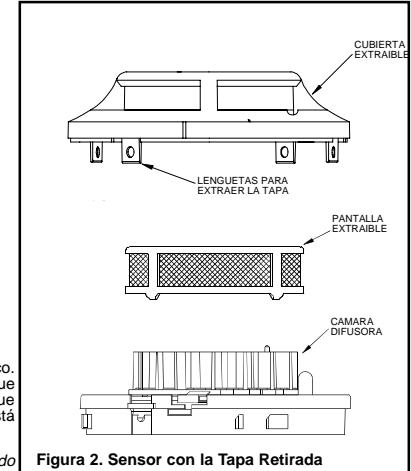

Figura 2. Sensor con la Tapa Retirada
2. Extraiga la tapa del sensor. Utilice un destornillador plano y pequeño para desplazar las cuatro lengüetas que sujetan la tapa. (ver Figura 2)